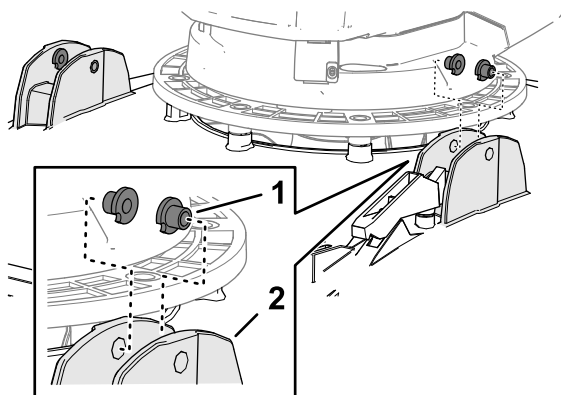

Figura 5
1. Monte os dois casquilhos em T nas flanges da pega da plataforma do cortador (Figura 5).